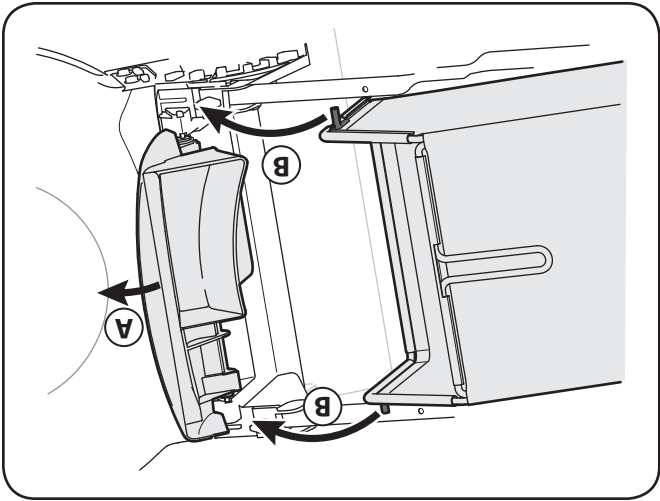

Figure 3-8
- b. Installez le sac à herbe dans les fentes aménagées dans les supports du guidon, comme à la Figure 3-8.